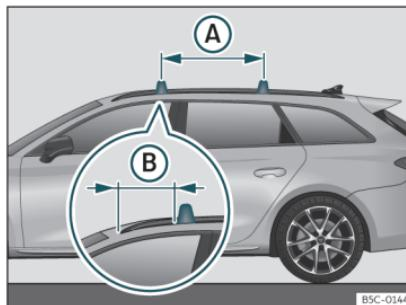

Fig. 136 Puntos de fijación de las barras longitudinales para el portaequipajes del techo (Leon Sportstourer).
Las barras transversales se montan en las barras laterales del techo » fig. 136. La distancia entre barras transversales ① deberá ser de aprox. 75 cm y la distancia de la barra transversal delantera con el soporte delantero de la barra lateral del techo ② deberá ser de 30 cm.